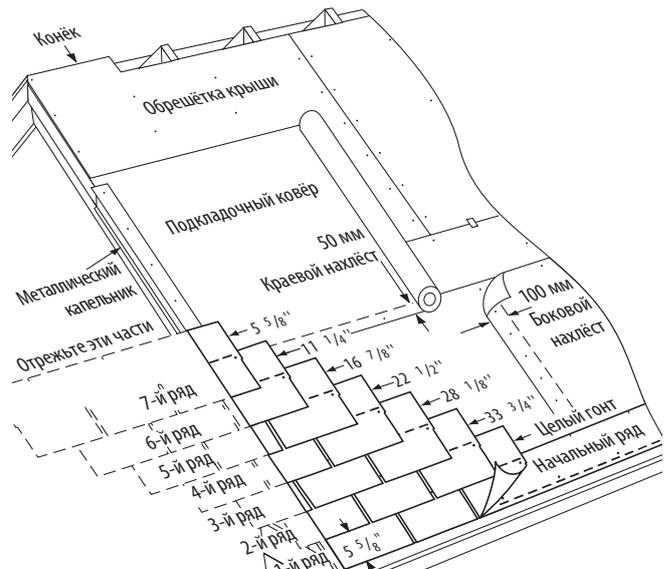

Рис. 10-14. Укладка первых семи рядов на крышу со стандартным уклоном.
1-Й РЯД: Уложите целый гонт в левом нижнем углу крыши. Разместите язычки вровень с краями гонтов начального ряда. Таким образом герметик на полосовых гонтах начального ряда пристанет к язычкам гонтов первого ряда и не позволит им задираться при сильном ветре (Рис. 10-14).
1. Отрежьте 14,3 см с левой стороны гонта и уложите этот кусок шириной 85,7 см над гонтом первого ряда и поверх него, на одной линии с левым краем начального ряда (Рис. 10-14).
2. Отрежьте 28,6 см от первого гонта третьего ряда, 42,8 см от первого гонта четвертого ряда, 57,2 см от первого гонта пятого ряда, 71,5 см от первого гонта шестого ряда и 85,7 см от первого гонта седьмого ряда. Уложите каждый гонт левым краем на одну линию с гонтами предыдущего ряда (Рис. 10-14).